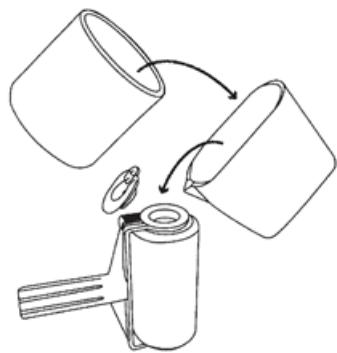

Fig. 1
- 3.Wlejdo 900 ml farby do wałka malarskiego za pomocą dzbanka Easy Pour (rys. 1) .